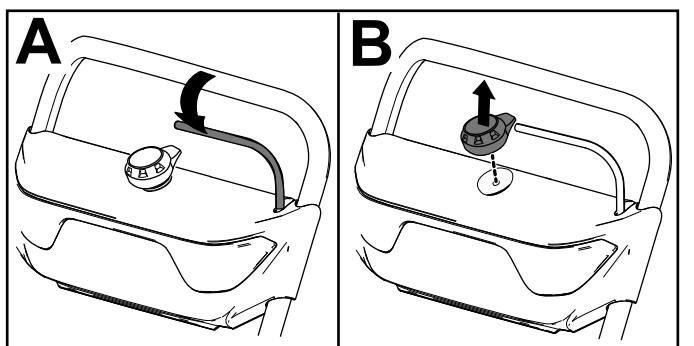

図 13
1. ベイルを離す図 13 の A。
2. 電気始動ボタンを電気始動装置から取り外す図 13 の B。